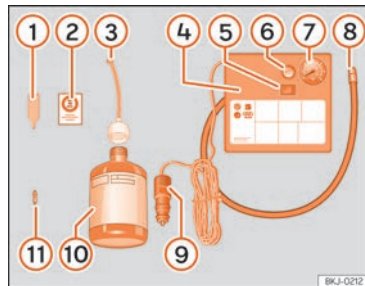

Fig. 201 Representación estándar: contenido del kit antipinchazos.
»» fig. 201:
- Desenrosque la caperuza y el obús de la válvula del neumático. Utilice el aparato >>> **fig. 201 ①** para extraer el obús. Colóquelo en una superficie limpia.
- Agite con fuerza la botella de sellante de neumáticos >>> **fig. 201 ⑩**.
- Enrosque el tubo de inflado >>> **fig. 201 ③** en la botella de sellante. El precinto de la botella se romperá automáticamente.
- Retire el tapón del tubo de llenado >>> **fig. 201 ③** y enrosque el extremo abierto del tubo en la válvula del neumático.
- Vuelva a colocar el obús con el aparato >>> **fig. 201 ①** en la válvula del neumático.
- Enrosque el tubo de inflado del neumático del compresor >>> **fig. 201 ⑧** en la válvula del neumático.
- Compruebe que el tornillo de evacuación de aire está cerrado >>> **fig. 201 ⑥**.
- Acople el conector >>> **fig. 201 ⑨** a toma de corriente de 12 voltios del vehículo >>> **pág. 199**.
- Conecte el compresor de aire con conmutador ON/OFF >>> **fig. 201 ⑤**.
- Pegue el adhesivo >>> **fig. 201 ②** en el cuadro de instrumentos, dentro del campo visual del conductor.
Vuelva a enroscar el tubo de inflado >>> fig. 201